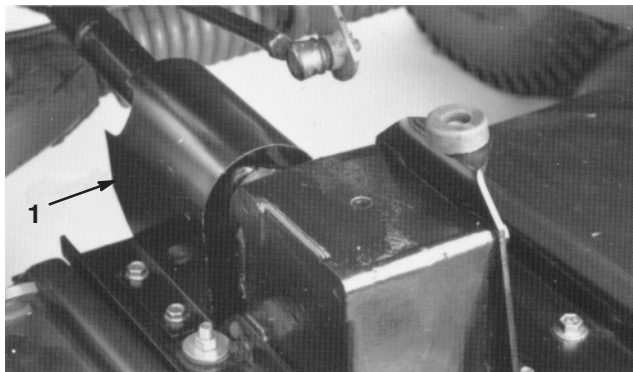

Bild 4
1. Nehmen Sie die zwei Blechschrauben ab, mit denen die ZWA-Schutzvorrichtung oben an der Befestigungsplatte des Getriebes befestigt ist (Bild 4).